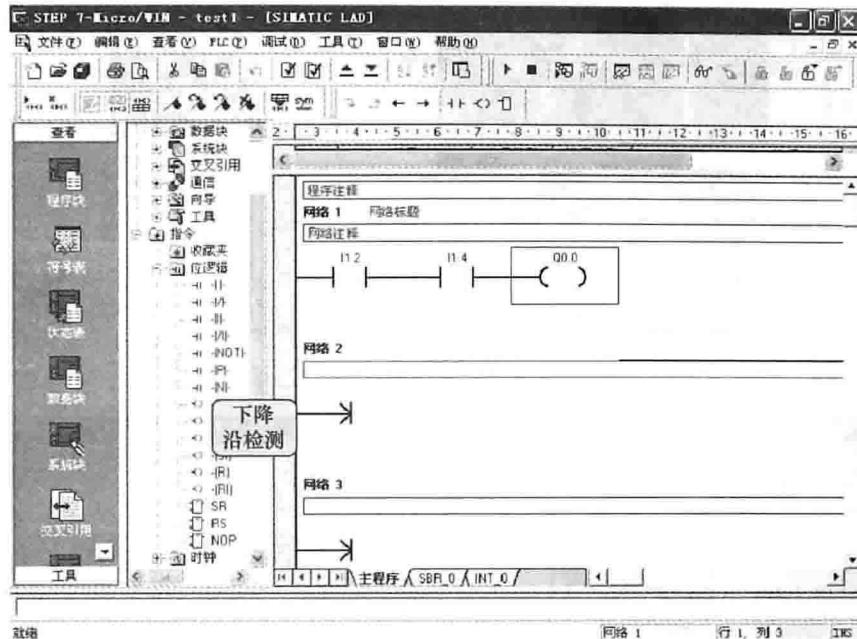

图 1-8 输入输出线圈符号
(5) 单击输出线圈符号 ()，并单击问号，输入相应地址，如图 1-8 所示。